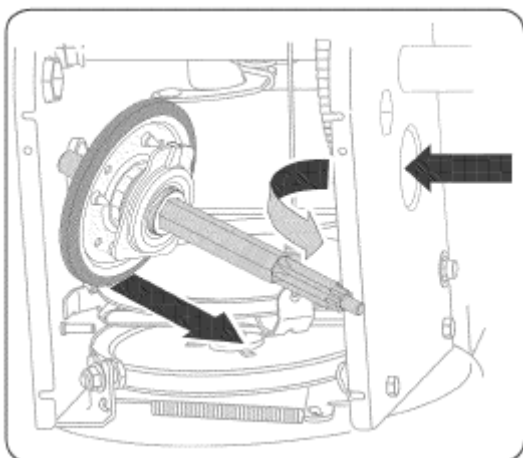

Рисунок 31
7. Осторожно опустите вал и снимите фрикционный ролик (смотри рисунок 31).